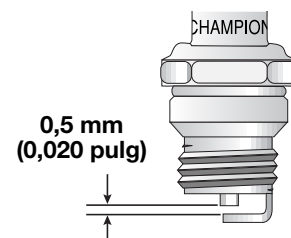

Fig. 30
3. Cambie las bujías que estén rajadas, sucias o deterioradas. Fije la separación de aire a **0,5 mm (0,020 pulgadas)** utilizando un calibrador (Fig. 30).